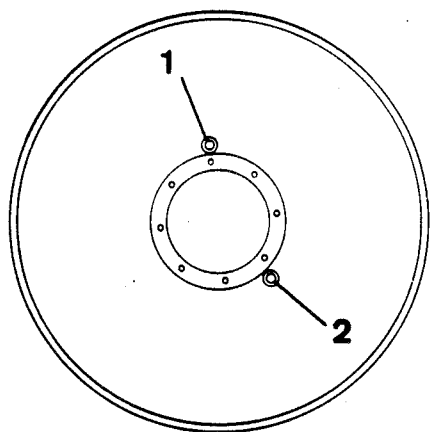

Fig. 29 Colocación del tambor para la reposición de aceite
- 3 Hacer rodar la máquina para que el tapón (1) quede arriba.
- 4 Llenar con aceite del tipo D según lubricantes - ver página 1 - hasta la mitad del indicador de nivel. Ver la fig. 29.